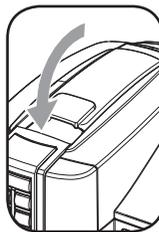

Abb. 3
- 4- Den Hebel nach unten führen, um das Kapselfach zu schließen (Abb.3).